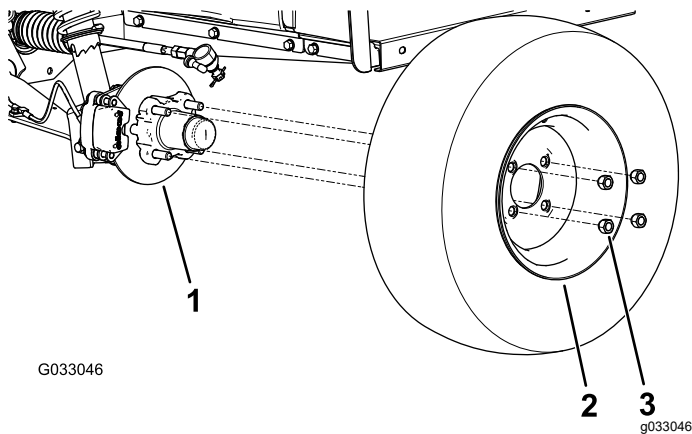

Figure 29
2. Retirez les 4 écrous qui fixent la roue sur le moyeu (Figure 29).
- Alignez les trous de la roue et les goujons du moyeu, puis montez la roue sur le moyeu en plaçant la valve à l'extérieur (Figure 29).
- Fixez la roue au moyeu avec les écrous de roue (Figure 29).